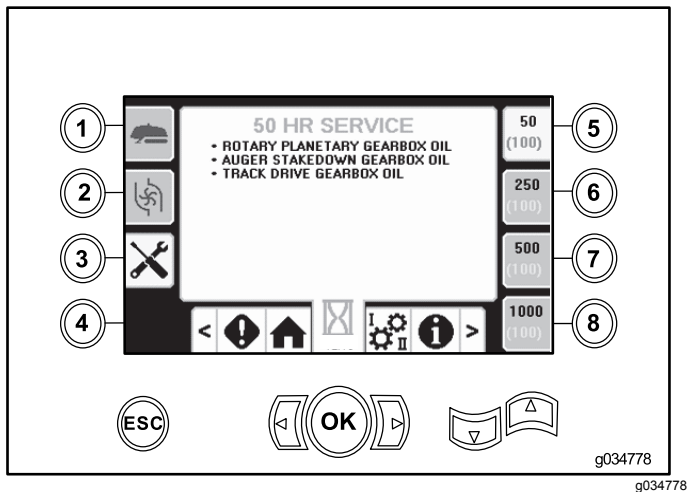

Figura 51
- Botão 5 – 50 horas (Figura 51)